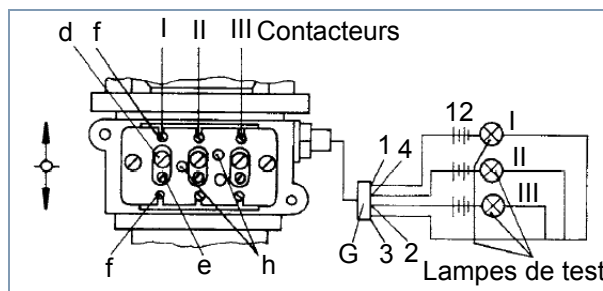

Fig. 4 Branchement des lampes de test
- Dévissez la vis d (voir fig. 4).
- Serrez le vis e jusqu'à point de déclenchement des contacteurs (voir fig. 4).
- Serrez la vis d avec un couple $M = 1,2 \text{ Nm}$ (voir fig. 4).
- Dévissez la vis f du contacteur concerné par l'allumage (voir fig. 4).
- A l'aide des vis f (voir fig. 4) déplacez le contacteur concerné de façon à éteindre la lampe puis dans l'autre sens jusqu'au point de déclenchement de l'allumage.
- Inserez la plaque 461 908 107 4 dans les trous h (voir fig. 4).